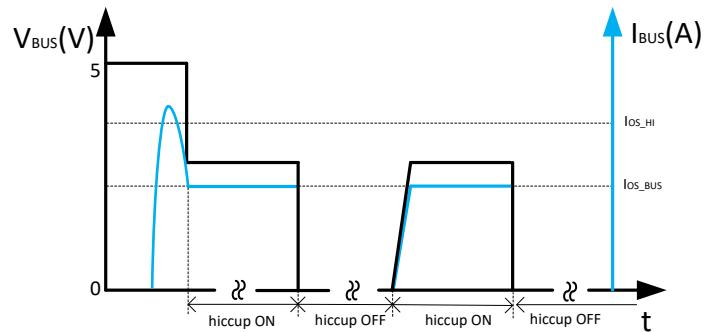

図 10-7. バス過電流保護：2 レベル電流制限
- 3 つ目の状態は、負荷電流が I_{OS_HI} 設定以上に増加した場合です。この場合、高速ターンオフは負荷によってトリガされず、USB パワー・スイッチの電流制限スレッショルドはすぐに 1 次側電流制限 I_{OS_BUS} に設定が戻ります。それでもまだ負荷によって I_{OS_BUS} 以上の電流が要求されると、図 10-7 に示すように、USB 出力電圧は $I_{OS_BUS} \times R_{LOAD}$ (抵抗性負荷) まで低下します。過電流制限状態が 4.1ms 以上続くと、対応の USB チャネルは、オフ時間 524ms、オン時間 4.1ms のヒカッピング・モードに入ります。他の USB チャネルは正常に動作します。